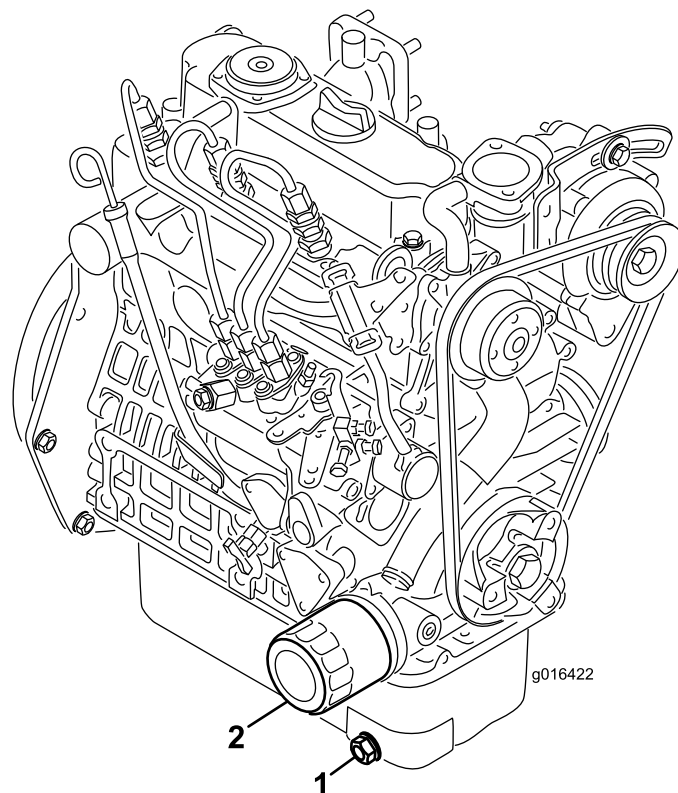

Figure 35
1. Retirez le bouchon de vidange (Figure 35) et laissez couler l'huile dans un bac de vidange. Remettez le bouchon quand la vidange est terminée.